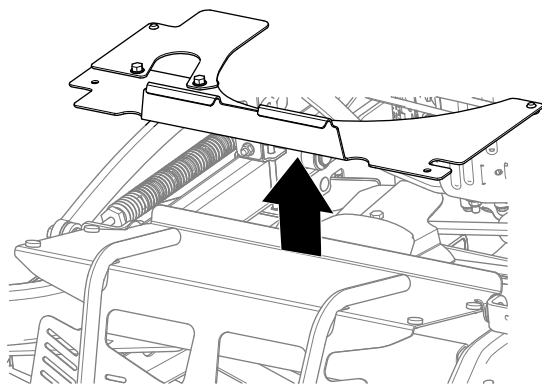

Bild 35
3. Entfernen Sie die Schutzverlängerung von der Maschine (Bild 35).